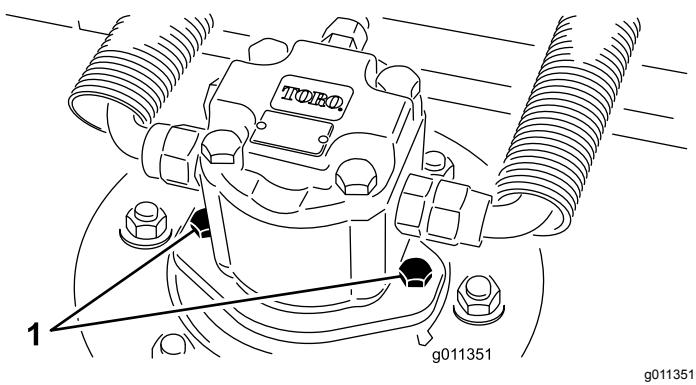

Figura 97
2. Desconecte el motor hidráulico y retírelo de la carccha (Figura 97). Tape la parte superior del eje para evitar la contaminación.
3. Instale el motor hidráulico en la carccha (Figura 97). Asegúrese de que la junta tórica está correctamente colocada y que no está dañada.